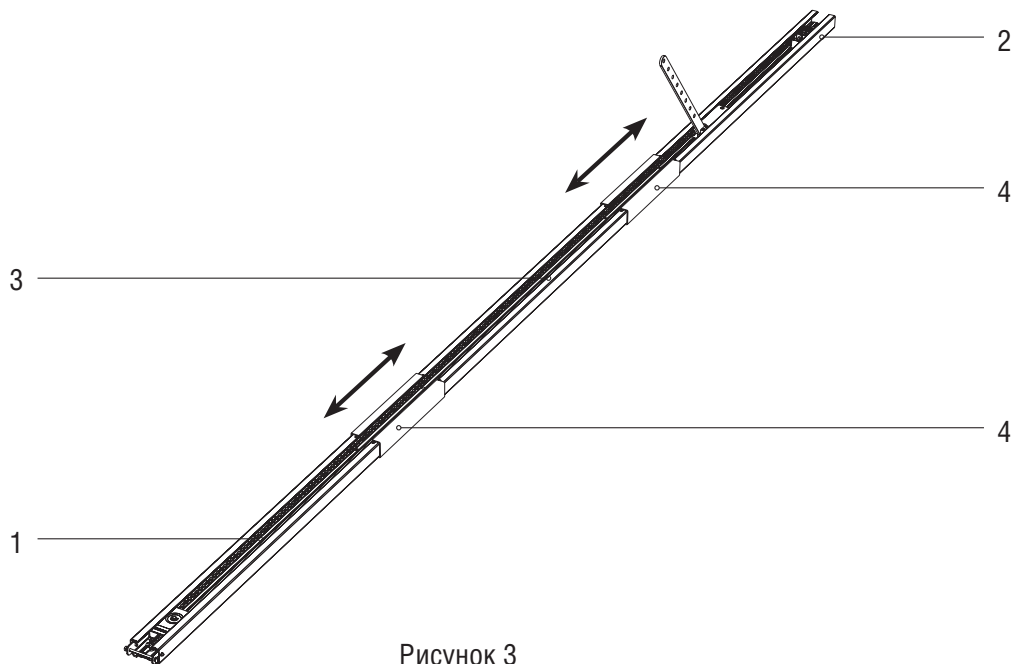

Рисунок 3
3. Соедините три элемента 1, 2, 3 при помощи скоб 4, перемещая их вдоль направляющей (рисунок 3).